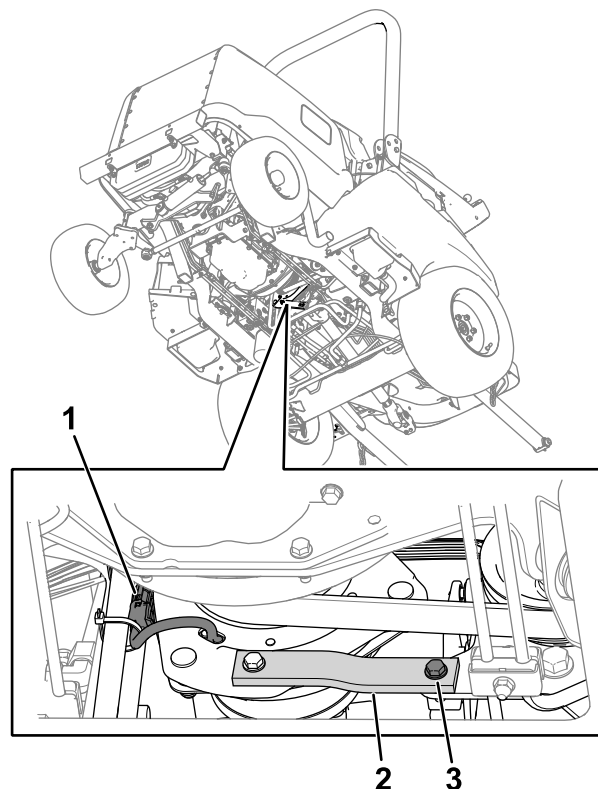

Figura 77
2. Desenchufe el conector del arnés de cables del embrague del arnés de cables de la máquina (Figura 77).
3. Retire el perno, la arandela y la tuerca de la correa de goma (Figura 77) del bastidor.